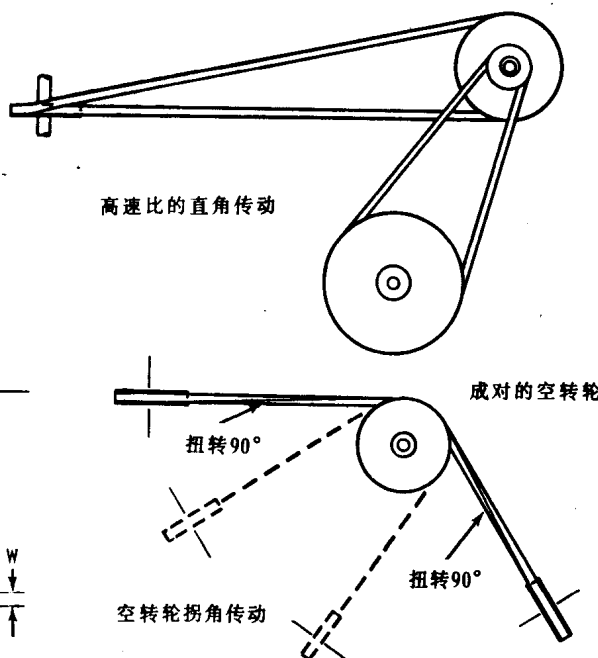

图 17 - 直角和拐角三角带传动
• 直角传动 这种传动方式,三角带要扭转 90° (如图 17)。要用深槽的带轮,并且轴要偏置,使三角带的紧边即拉力边和小带轮的轮槽近乎一条直线。传动带要安装得使紧边在下——这样下垂度最小,以减少三角带脱开带轮的倾向。在带与速度匹配相同的情况下,这种传动效率仅等于常规传动效率的 75% 左右。
• 空转轮拐角传动 从水平方向改变为垂直方向或其他角度的拐角传动,三角带要扭转两个 90° (见图 17 右下方)。从空转轮到两轴的距离必须大一些。采用深槽空转轮以防止三角带骑到浅槽的槽脊上被边缘割破。